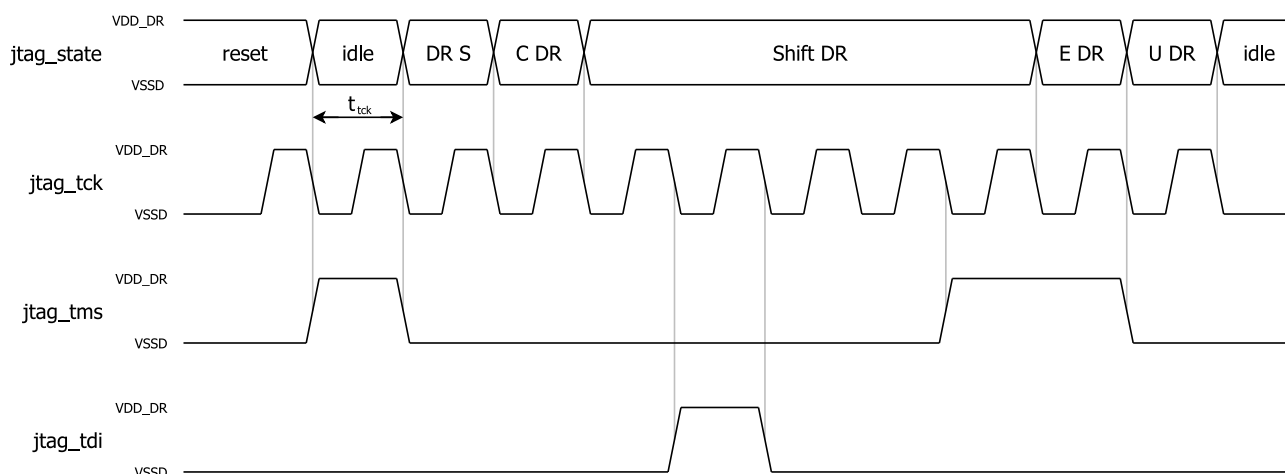

Рисунок 12. Пример сброса CPU через регистр данных инструкции DEBUGGER
- 2) выполнить сброс CPU, записав 01000b в регистр данных инструкции DEBUGGER (Рисунок 12);
- 7) выполнить сброс CPU, записав 01000b в регистр данных инструкции DEBUGGER (Рисунок 12);
- 5) выполнить сброс CPU, записав 01000b в регистр данных инструкции DEBUGGER (Рисунок 12);